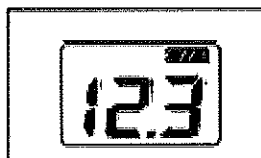

Рис. 16
- (4) Измеренное значение будет показано на экране дисплея после того, как стрелка промигает 3 раза (Рис. 16)